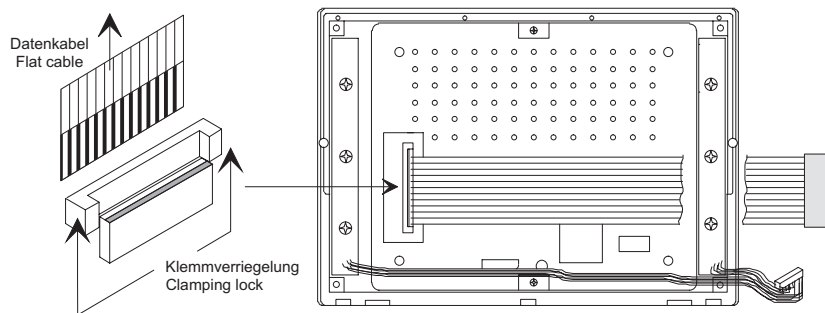

Bild 4-6: Lösen des Datenkabels am Display
9. Lösen sie die Steckverbindung des flexiblen Datenkabels am Display. Entfernen sie das Datenkabel. Achten sie darauf, das Datenkabel nicht durch verkanten zu beschädigen. (Bild 4-6)